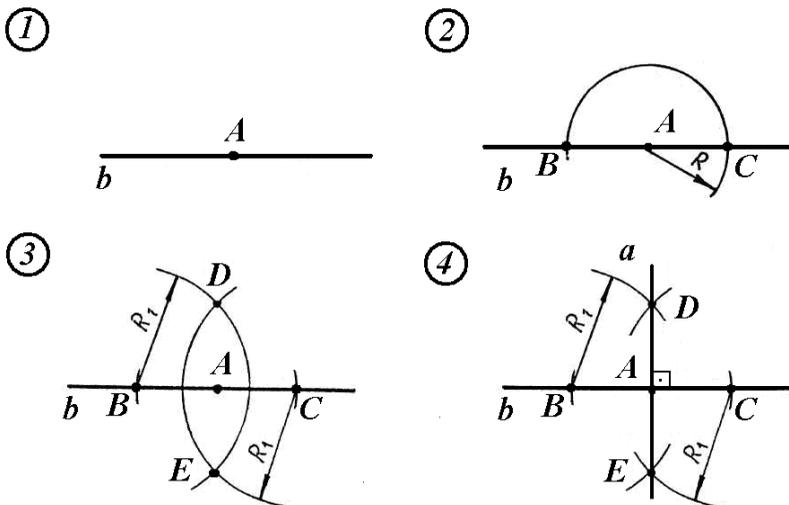

Рис. 5.
- 1) Дана прямая b и точка A . $A \in b$ (рис. 5).